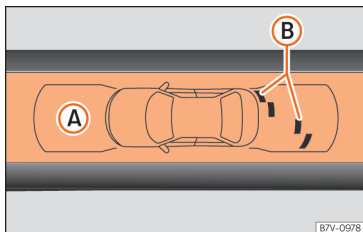

Fig. 273 Indicación del OPS en pantalla: (A) zona registrada delante del vehículo; (B) se ha detectado un obstáculo en el segmento.
El gráfico mostrado representa las zonas supervisadas en varios segmentos. A medida que el vehículo se acerca a un obstáculo, más se acerca el segmento al vehículo representado » » » fig. 272 (B) y » » » fig. 273 (B). A más tardar, cuando se muestra el penúltimo segmento, se ha llegado a la zona de colisión. ¡Deténgase!